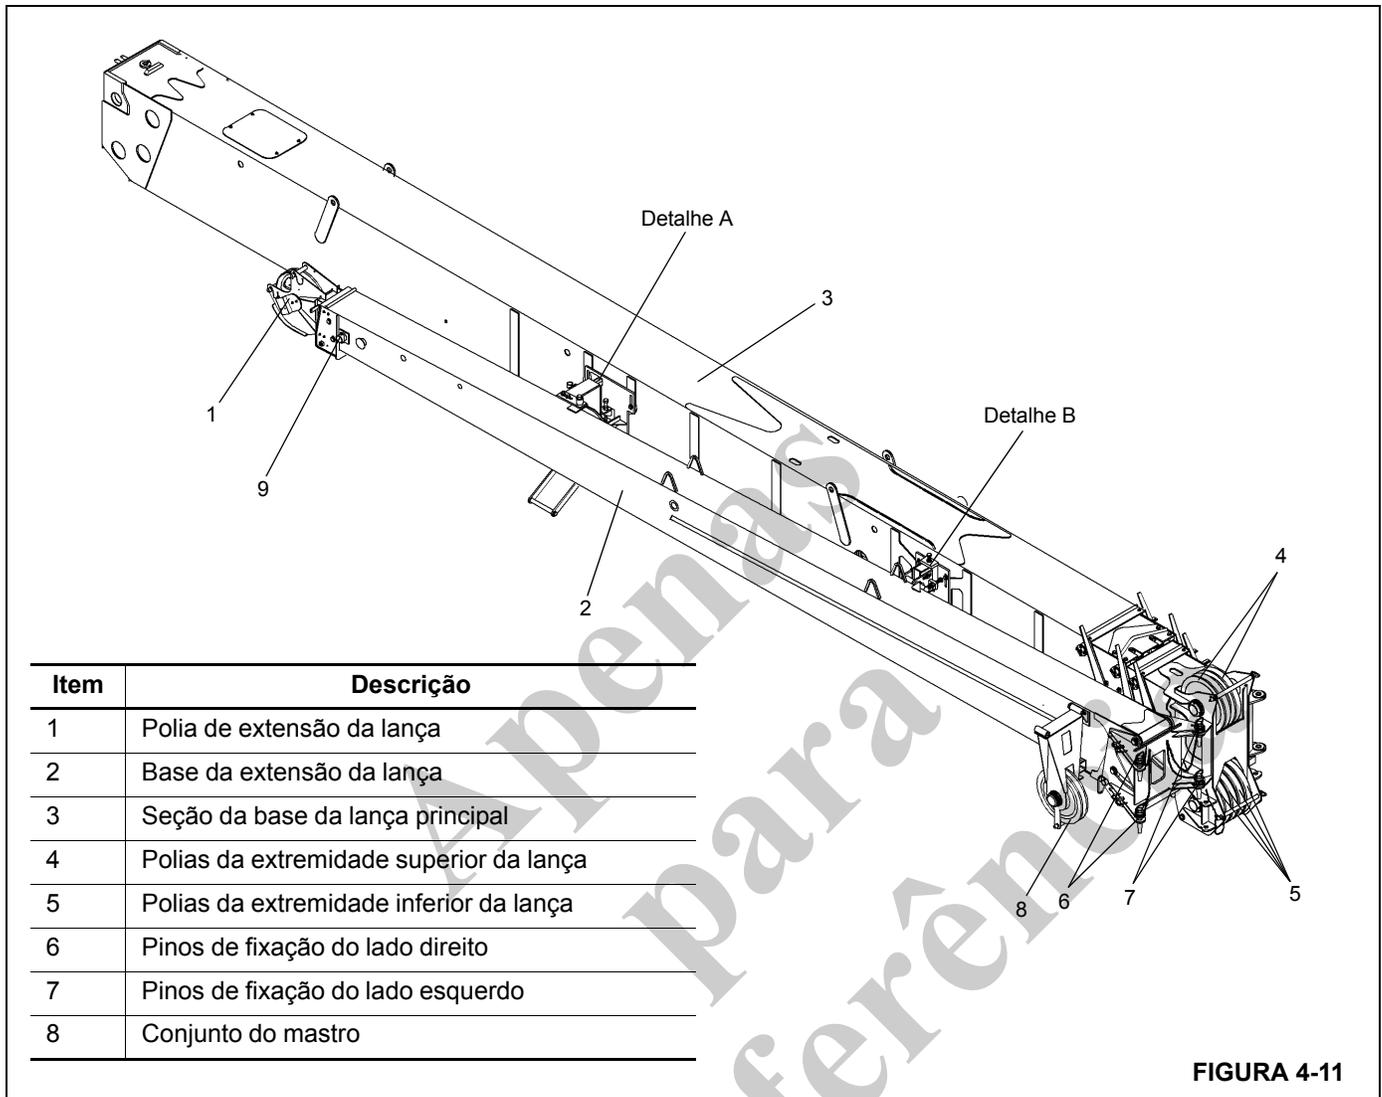

FIGURA 4-11
4. Remova os grampos de retenção dos pinos de fixação do lado direito (6) (Figura 4-8) (Figura 4-11) armazenados na base da extensão da lança e remova os pinos de fixação da extensão da lança (2) (Figura 4-8) (Figura 4-11). Insira os pinos de fixação do lado direito através do acessório da lança e das conexões de fixação da extensão da lança. Instale os grampos de retenção nos pinos de fixação.